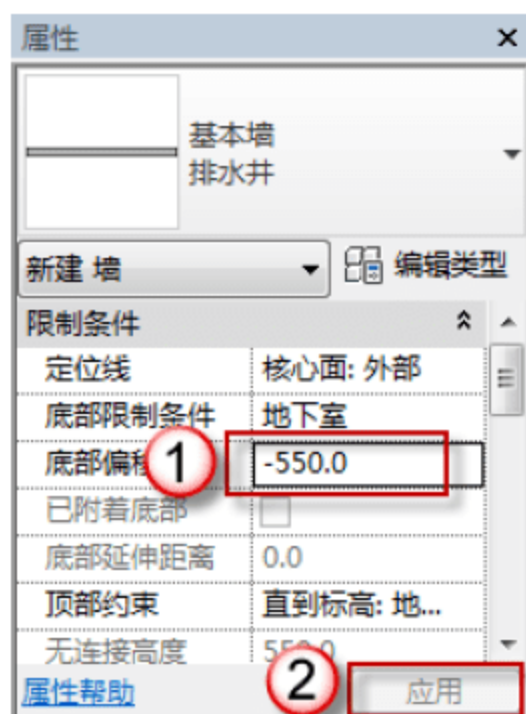

图 9.2.34 设置属性
(12) 设置“4800×1200×550 排水井”的属性。按快捷键 W+A，在“属性”面板中选择“基本墙-排水井”，将“底部偏移”中的“-1600”改成“-550”字样，然后单击“应用”按钮，如图 9.2.34 所示。